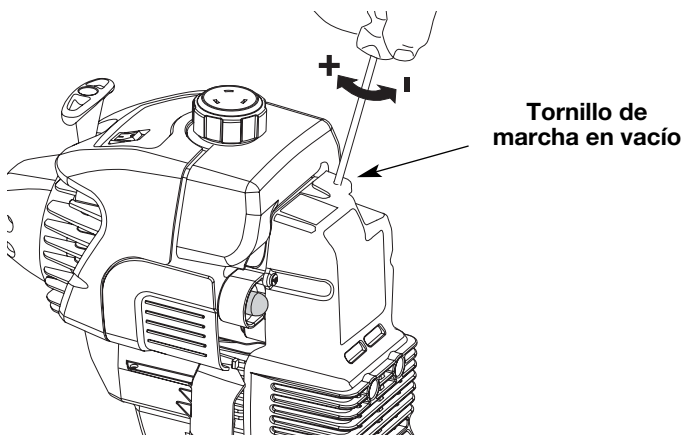

Fig. 27
La velocidad lenta del motor puede ser ajustada por la cubierta del silenciador / filtro de aire (Fig. 27).
2. Suelte el gatillo del regulador y deje que el motor funcione en marcha lenta. Si el motor se para, inserte un pequeño destornillador de vástago plano en el orificio de la cubierta del silenciador / filtro de aire (Fig. 27). Gire el tornillo de marcha lenta en **sentido horario**, de a 1/8 de vuelta por vez (según sea necesario) hasta que el motor funciona en mínima.